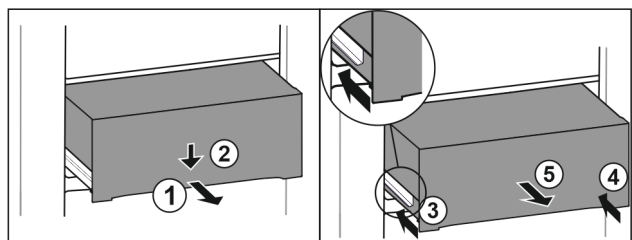

Fig. 70
- Schubfach halb herausziehen. Fig. 70 (1)
- Schubfach an der Vorderseite nach unten drücken. Fig. 70 (2)
- Linke Schiene etwa 2 cm einschieben. Fig. 70 (3)
- Rechte Schiene etwa 2 cm einschieben. Fig. 70 (4)
- Schubfach nach vorne entnehmen. Fig. 70 (5)